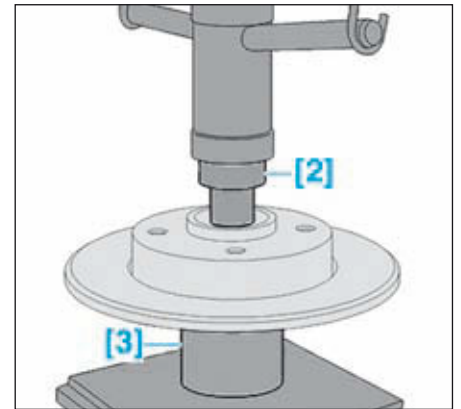

FIG.56
- Mettre en place les outils [2] et [3] et extraire le roulement à l'aide d'une presse (Fig.56).